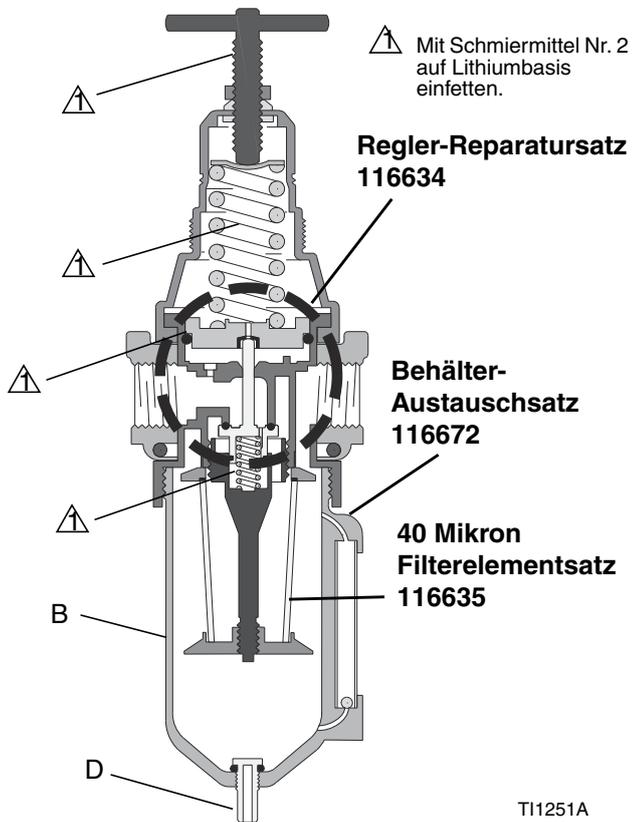

ABB. 1: 116521, 17C498 Reparatursätze
Täglich die Auslassöffnung (D) am Boden des Tanks (B) öffnen, um die Verunreinigungen aus dem Tank abzulassen, bevor der Pegelstand die Verteilerringe erreicht. Siehe ABB. 1.
Den Bereich um das Lager, alle O-Ringe, das Gewinde der Einstellschraube und die Federenden mit Schmiermittel Nr. 2 auf Lithiumbasis einfetten. Siehe ABB. 1. Den Regler wieder zusammenbauen.